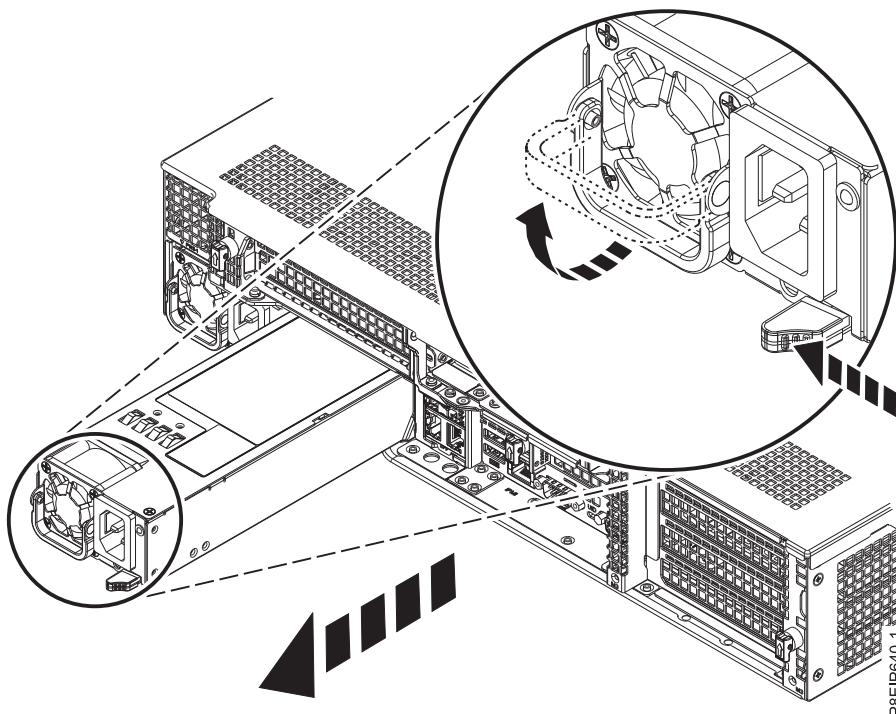

Figura 55. Removendo uma fonte de alimentação do sistema
- a. Para desprender a fonte de alimentação de sua posição no sistema, empurre a guia de travamento para a esquerda conforme mostrado na Figura 55 na página 92.